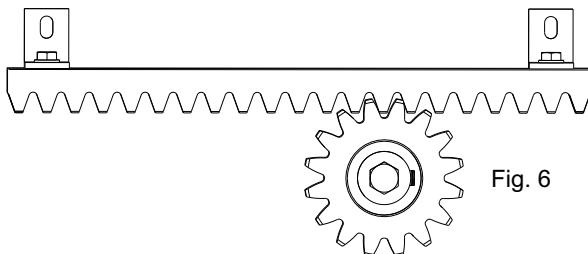

Fig. 6
5.3. poser l'élément de la crémaillère sur le pignon denté du motoréducteur de façon qu'il résulte parallèle à la guide du pavéement du portail et le positionnant comme dans Fig. 6 et percer des trous en correspondance des trous des supports à L dans la partie supérieure des fentes et fixer au vantail avec les vis non fournies;